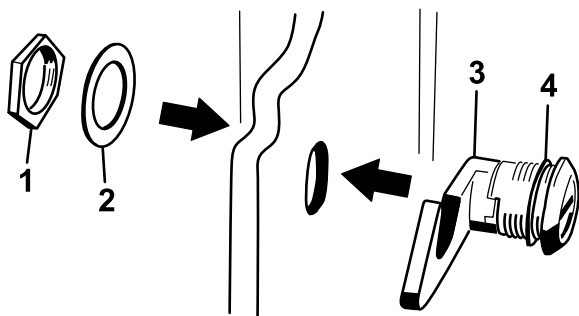

Figure 7
3. Retirez l'écrou du verrou du capot (Figure 7).
4. À l'extérieur du capot, insérez le côté crochu du verrou dans le trou du capot en veillant à ce que la rondelle d'étanchéité en caoutchouc reste à l'extérieur du capot (Figure 7).